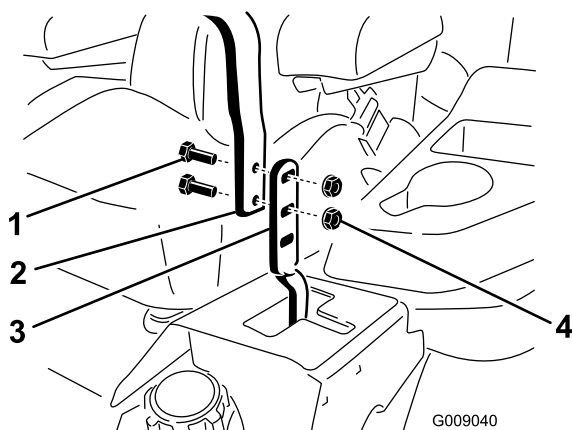

Bild 65
3. Lösen Sie die Schrauben und die Bundmuttern, die in den Hebeln installiert sind (Bild 65).